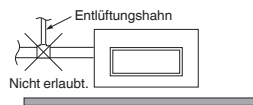

Abb. 3-65-1
- **Keinen Entlüftungshahn anbringen, da dies zu einem Herausspritzen von Wasser aus der Abflauöffnungsöffnung führen kann. (Abb. 3-65-1)**